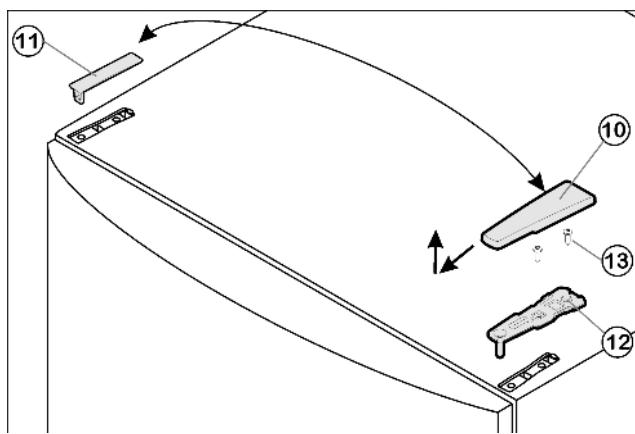

Fig. 4
- Потяните крышку Fig. 4 (10) вперед и вверх.
- Снимите крышку Fig. 4 (11).
- Открутите верхний опорный кронштейн Fig. 4 (12)(2 шт. Torx® 25) Fig. 4 (13) и вытяните вверх.
- ▶ Установите верхний опорный кронштейн Fig. 4 (12) на новой стороне шарнира и защелкните в дверце.
- ▶ Прикрутите верхний опорный кронштейн Fig. 4 (12) (**с моментом 4 Нм**) (2 шт. Torx® 25) Fig. 4 (13). При необходимости проделайте отверстия или используйте аккумуляторную отвертку.
- ▶ Защёлкните крышку Fig. 4 (10) и крышку Fig. 4 (11) на противоположной стороне.